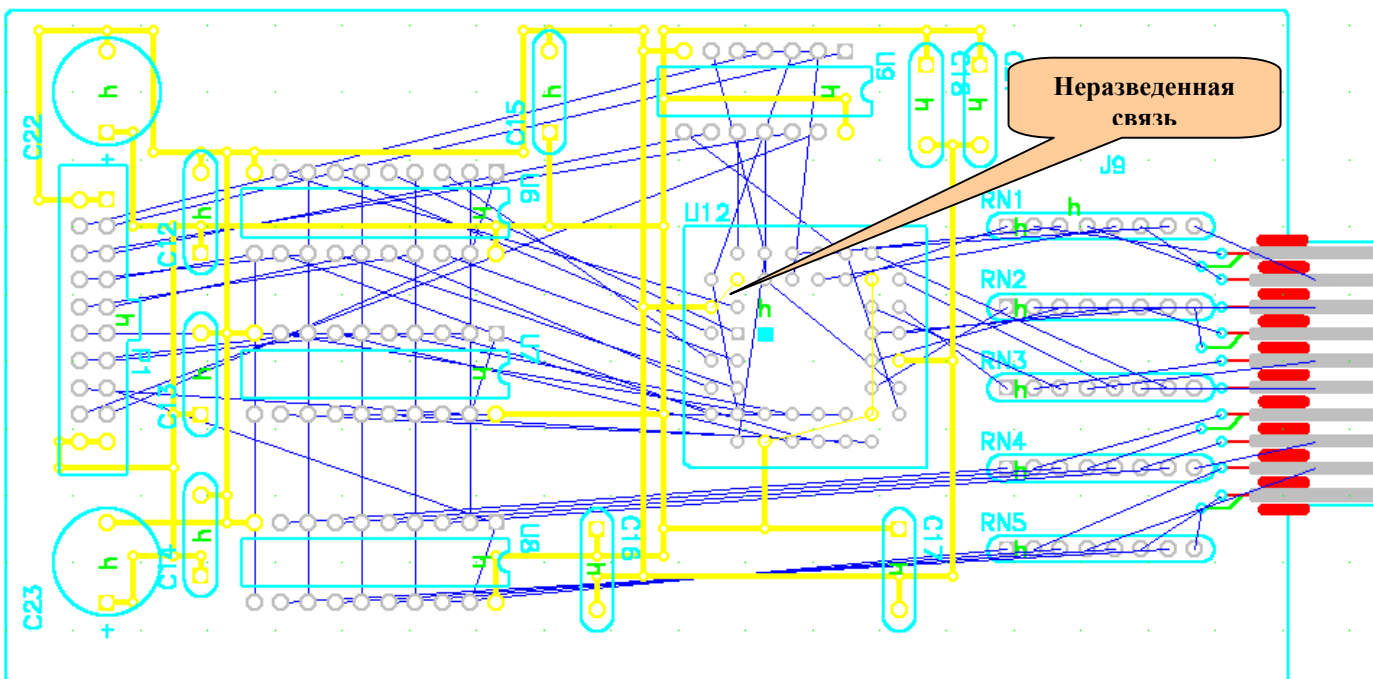

Рис. 10-9. Результат трассировки «широких» цепей
Выбранные цепи (и проводники и логические связи) в проекте выделяются цветом (в данном случае желтым), как показано на рис. 10-9. Из рисунка видно, что часть связей для данных цепей не была разведена, поскольку использовалась крупная сетка и сам проход **Wide Line Routing** не может проводить наклонных проводников.
- 4) Отметьте щелчками левой кнопки мыши начало и конец неразведенной связи, отмеченной выноской на рис. 10-9.